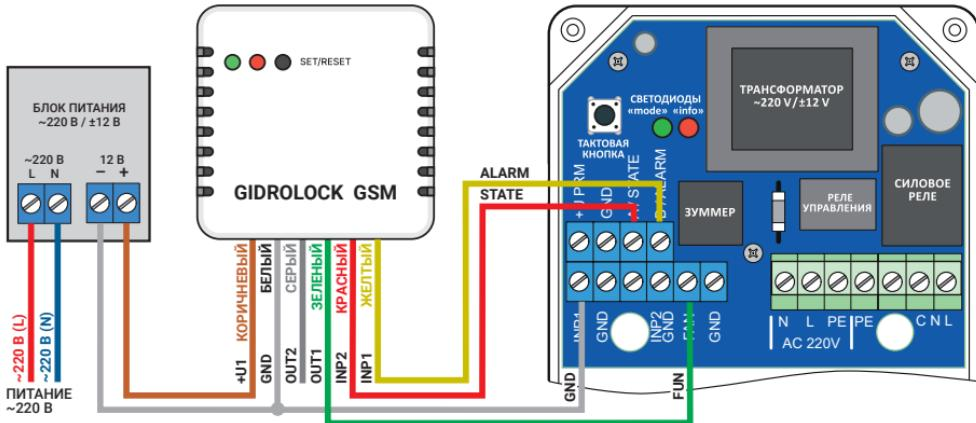

Рис. 5. Схема подключения GSM-модема GIDROLOCK с внешним блоком питания (пример подключения).
5.6 К блоку управления можно подключить **GSM-модем GIDROLOCK**. Схема подключения приведена на рис.5. Для питания GSM-модема GIDROLOCK потребуется внешний отдельный блок питания 220В/8..15В (1,0А).